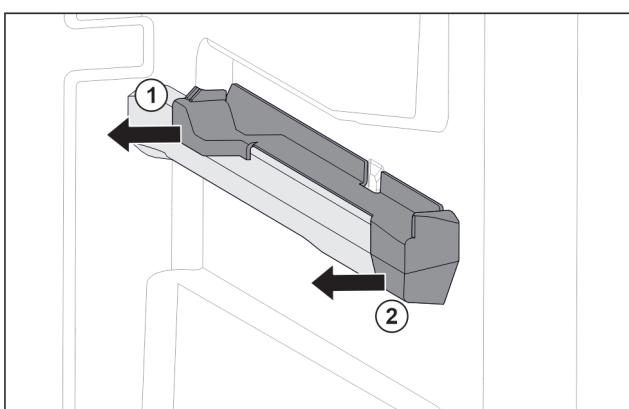

Fig. 77 Natični dio na desnom žlijebu spremnika
- ▶ Skinite natični dio straga u stranu. Fig. 77 (1)
- ▶ Skinite natični dio sprijeda u stranu. Fig. 77 (2)